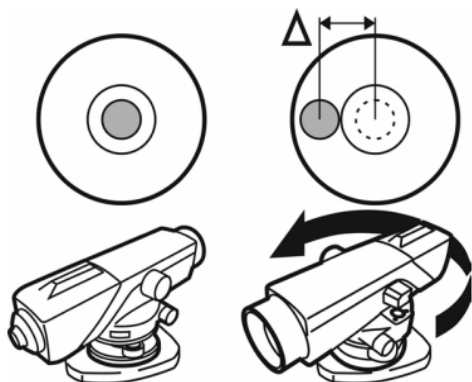

Рис. 10
С помощью подъемных винтов (7) установите пузырек в центр круглого уровня (11) и поверните зрительную трубу на 180° (рис. 10). Пузырек должен оставаться в центре. В противном случае необходимо произвести юстировку.